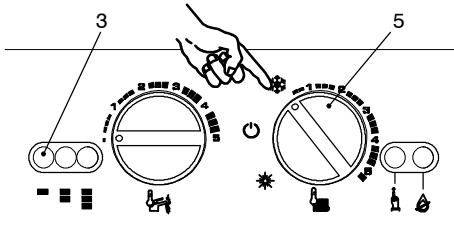

fig. 6.5
- 15 Suministrar fluido eléctrico a la caldera, accionando el interruptor bipolar; el indicador luminoso 3 en fig. 6.5 hace un breve centelleo cada 4 segundos aproximadamente.
- 16 Colocar el conmutador de función 5 igual que en la fig. 6.5